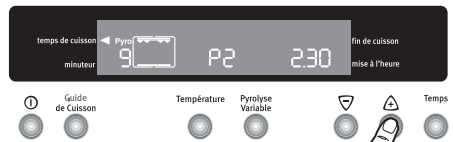

Fig. 20
3. Le voyant "Temps de cuisson"  clignote. Pendant ce temps, appuyez sur les touches  ou  pour sélectionner la position **Pyrolyse 1 (P 1)** ou **Pyrolyse 2 (P 2)** (Fig. 20).